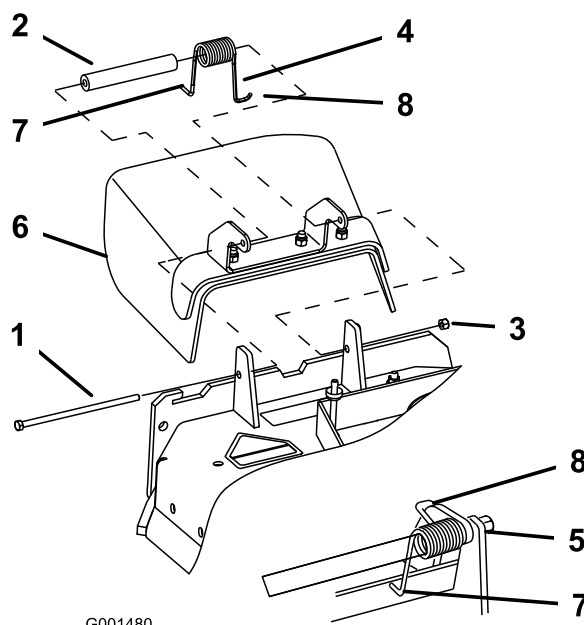

Figure 70
1. Retirez le contre-écrou, le boulon, le ressort et l'entretoise qui fixent le déflecteur aux supports de pivot (Figure 70). Enlevez le déflecteur s'il est endommagé ou usé.
**Remarque:** Prenez soin de placer l'extrémité en L du ressort derrière le bord du tablier avant de mettre le boulon en place, comme indiqué à la Figure 70.
3. Remettez le boulon et l'écrou. Accrochez l'extrémité en J du ressort au déflecteur d'herbe (Figure 70).